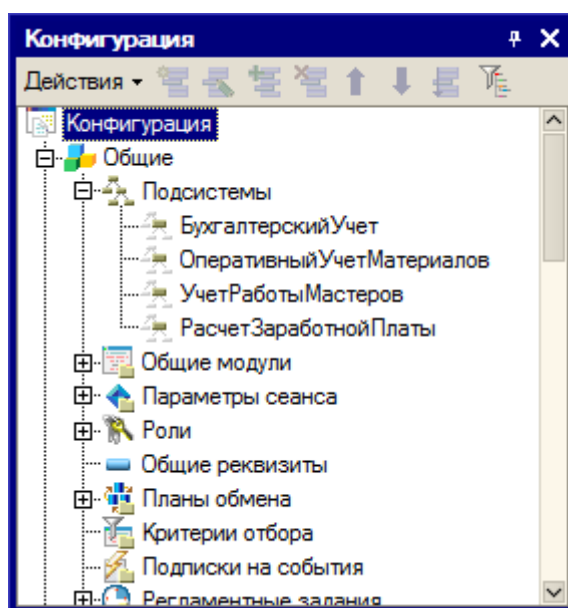

Рисунок 2.1- Подсистемы в информационной базе
1.1 Чтобы просмотреть подсистемы нужно открыть нашу конфигурацию и посмотреть ветвь дерева конфигурации **Общие > Подсистемы**, Рисунок 2.1. Точно так же можно будет обращаться к конфигурации в дальнейшем.